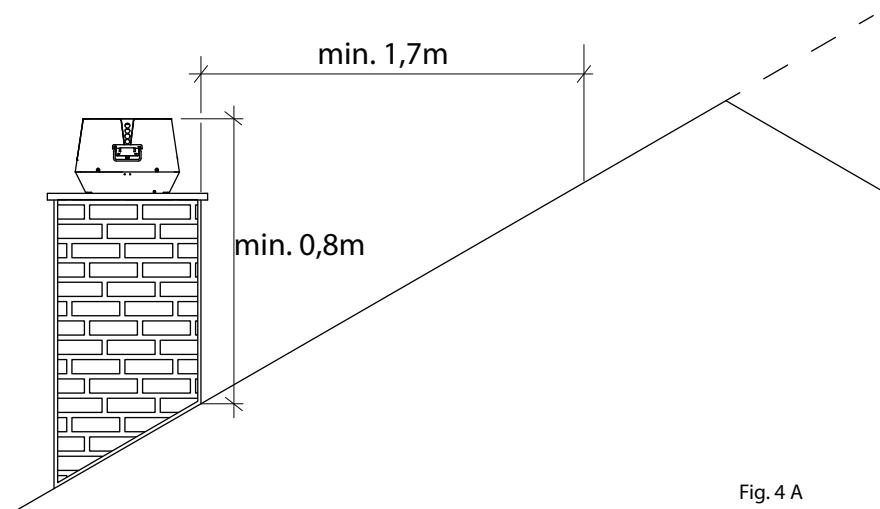

Fig. 4 A
- Minimumsavstand til ikke-brennbart material jf. Fig. 4 A, eller nasjonal lovgivning.